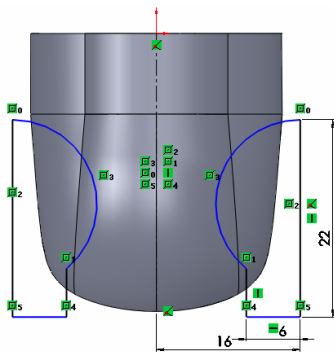

图 15-47 绘制草图对象
(1) 单击【拉伸切除】按钮, 选取上视基准面为草图基准面, 进入草图绘制环境, 隐藏基准面、点和基准轴对象, 单击相应的按钮, 绘制草图对象, 如图 15-47 所示。